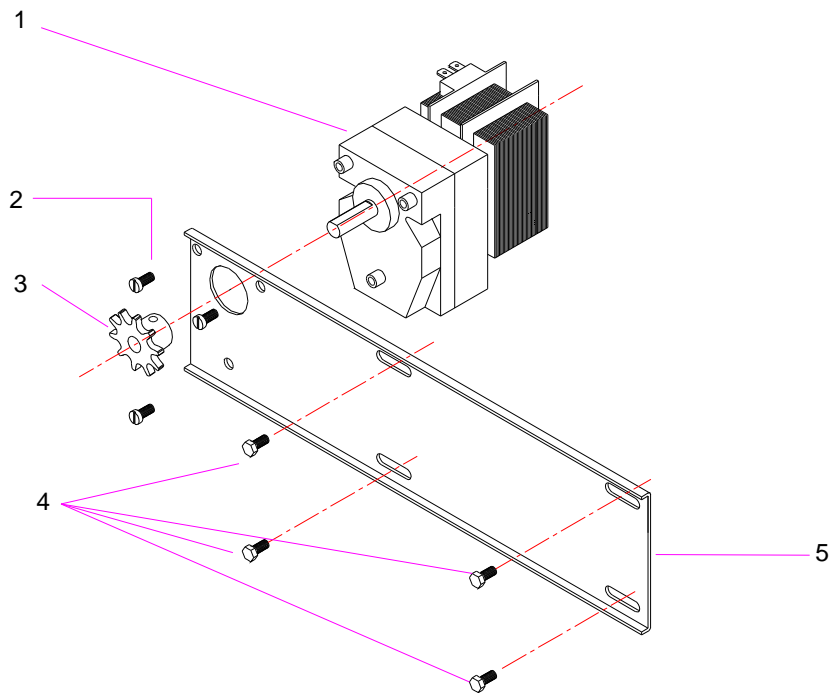

Fig.10
- Dévisser les vis (4) Fig 10, pour retirer la chaîne qui unit le pignon (3) à l'axe de la première broche.
- La chaîne retirée ôter les vis (4) pour retirer le support de moteur (5) près du moteur réducteur.
- Dévisser la vis qui fixe le pignon (3) à l'axe du moteur réducteur pour l'ôter de l'axe, dévisser les vis (2) pour démonter le moteur réducteur du support.
- b) Tirez des commandes (4) Fig 10 des interrupteurs en dehors, retirez le cache de commandes en dévissant toutes les vis qui le fixent, retirez les vis du cache postérieur et tirez le vers la gauche pour l'enlever. Otez l'entre-brûleur supérieur du tiroir qui contient la résistance à changer.